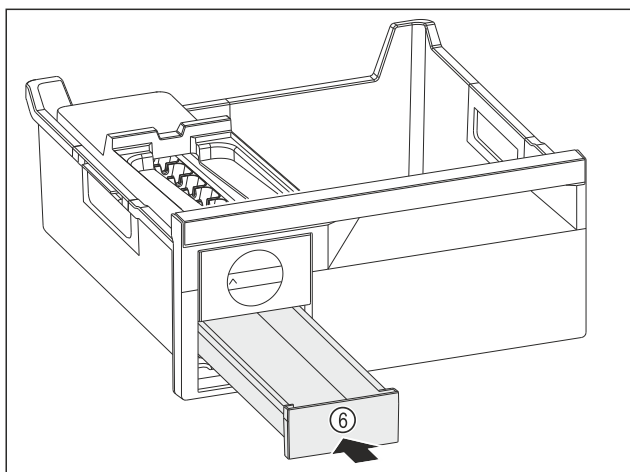

Fig. 135
- ▶ Inșerați sertarul pentru cuburi de gheață Fig. 135 (6).